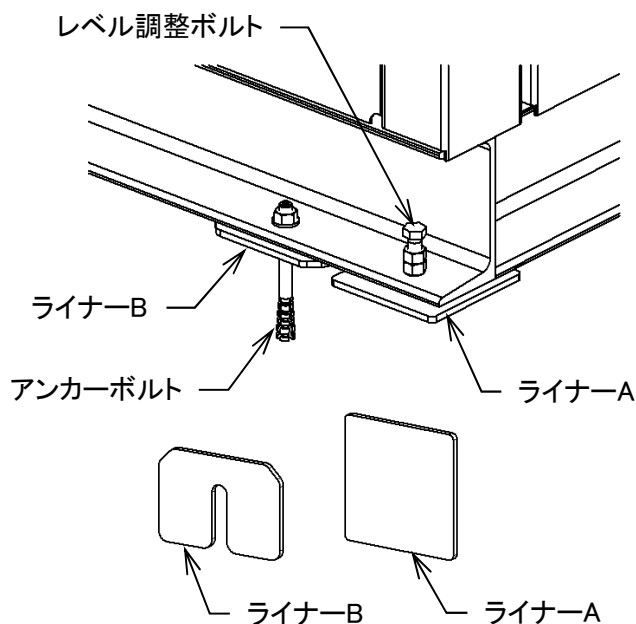

図 4-3
- 1) 機械据付ベッドチャンネルに捻じ込まれた前後 6 箇所のボルト(M12)の下、及びアンカー施工 4 箇所の下に附属の鉄板製ライナーA,B を敷き、機械をその上に据付けます。(図 4-3)